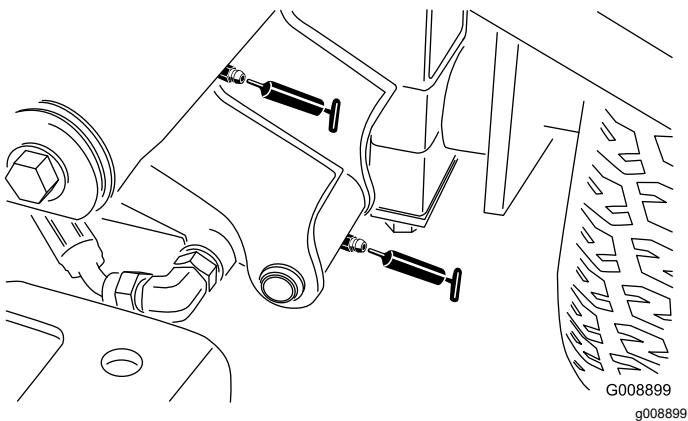

Figure 50
- Pivot de bras de levage avant gauche et vérin de levage (2) (Figure 50)